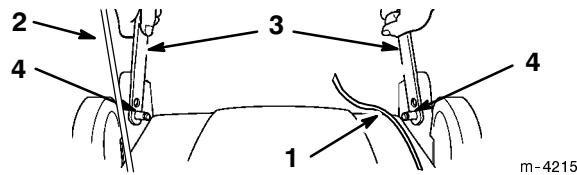

Figure 2
- Poser le mancheron supérieur sur le sol derrière la tondeuse, étiquette vers le haut, en faisant passer les câbles de commande entre les supports de montage du mancheron (Fig. 2).
- Serrer les extrémités du mancheron inférieur l'une vers l'autre, placer les trous du mancheron sur les ergots des supports du mancheron et relâcher le mancheron (Fig. 2).